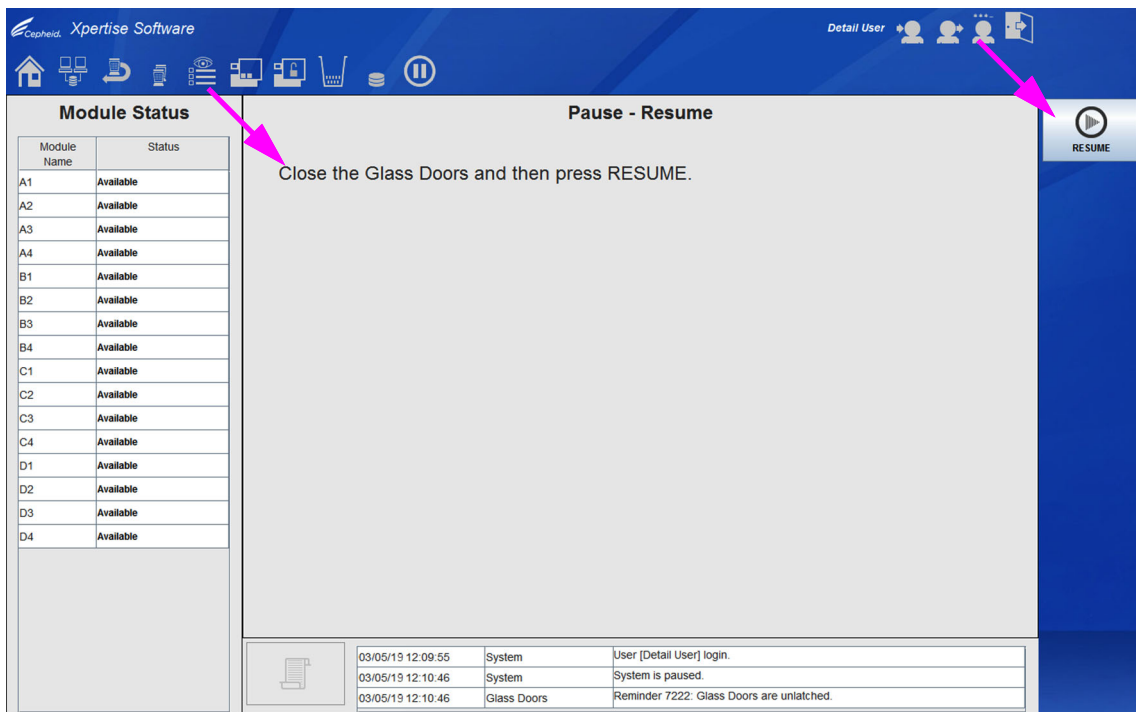

図 10-37. 一時停止 - 再開ワークスペース
4. カートリッジ調整が終了したら、**再開 (RESUME)** ボタンを選択します。一時停止 - 再開 (Pause - Resume) ワークスペースが表示されます。図 10-37 を参照。
5. 一時停止 – 再開 (Pause – Resume) ワークスペースで、ガラスドアを閉じてから、**再開 (RESUME)** ボタンを選択します。図 10-37 を参照。